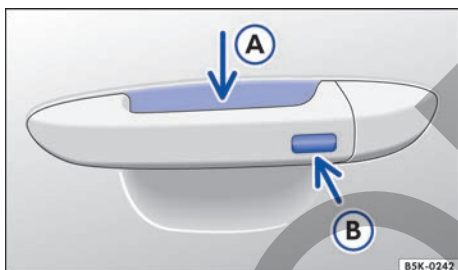

Fig. 54 En la manilla: superficies sensoras.
- Toque la superficie sensora → fig. 54 (A) situada en el lado interior de la manilla de la puerta del conductor o del acompañante.
- Toque la superficie sensora → fig. 54 (B) situada en el lado exterior de la manilla de la puerta del conductor o del acompañante.
- Adicionalmente, antes de que transcurran 5 segundos, toque una vez el sensor del lado exterior de la manilla de la puerta → fig. 54 (B). Al hacerlo, no agarre la manilla.
- Mantenga un dedo sobre la superficie sensora → fig. 54 (B) de la manilla de la puerta del conductor o del acompañante durante unos segundos hasta que se hayan cerrado las ventanillas y el techo.